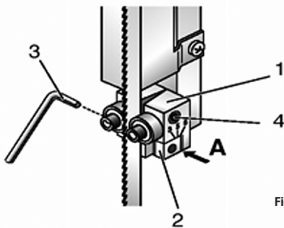

Fig. 1
1. Das untere Lager der Bandführung 1 (siehe Fig. 1) muss zum Betrieb des Diamanttrennbandes in der vordersten Position (siehe Markierung „3“ auf Bandführung) stehen. Dazu mit Innensechskantschlüssel 3 Schraube A lockern und den Vierkant 2 ganz nach vorne schieben (Hinterkante des Vierkantes schneidet die „3“-Markierung auf der Bandführung). Zum Einstellen siehe auch Bedienungsanleitung der Bandsäge! Anschließend Schraube A wieder festziehen.
2. Da bei längerer Benutzung auch die hintere Kante des Trennbandes verschleißt, müssen die beiden oberen Lager so eingestellt werden, dass auch die diamantierte Vorderseite des Bandes zwischen die Lager passt. Den Lagerabstand können Sie mit einem Innensechskantschlüssel an der Schraube 4 (Fig. 1) einstellen. Beachten Sie: Eine zu stramm eingestellter Lagerabstand kann zum Verklemmen und somit zum Bruch des Bandes führen.
1. The below bearing of the blade guide 1 (Fig. 1) must stand in the most front position (see mark "3" at blade guide) for using the diamond blade. Therefore please loosen screw A with the Allen key and push the square 2 fully ahead (trailing edge of the square cuts the "3" mark on the blade guide). For adjusting also read the Instruction Manual. Afterwards tighten screw A.
2. As the rear angle wears out after lengthy use, both above bearings must be adjusted in that way, that the diamond coated front of the band fits between the bearings. You can adjust the bearing clearance with an Allen key at screw 4 (Fig. 1). Please attend: A too tightly adjusted bearing clearance can cause seizing and thus breaking of the band.
1. Il cuscinetto inferiore della guida del nastro 1 (vedi Fig. 1) per il funzionamento della lama diamantata deve essere posizionato nella posizione anteriore (vedi contrassegno „3“ sulla guida del nastro). In questo modo allentare con la chiave esagonale 3 la vite A e spingere l'unità quadrata 2 in avanti (il bordo posteriore dell'unità quadrata taglia il „3“ contrassegno sulla guida del nastro). Per la regolazione si prega di osservare anche le istruzioni per l'uso della sega a nastro! Successivamente stringere nuovamente la vite A.
2. Poiché in caso di prolungato utilizzo si usura anche il bordo posteriore della sega è necessario che i due cuscinetti superiori vengano regolati in modo tale che anche il lato anteriore diamantato della sega entri nel cuscinetto. La distanza del cuscinetto può essere regolata con la chiave esagonale sulla vite 4 (Fig. 1). Nota: una distanza del cuscinetto impostata troppo tesa potrebbe determinare un blocco e quindi la rottura del nastro.
1. El rodamiento inferior de la guía de cinta 1 (véase fig. 1) debe encontrarse para el servicio de la cinta de seccionado de diamante, en la posición delantera (véase marcación „3“ en la guía de la cinta). Para ello aflojar el tornillo A con una llave de hexágono interior de 3 y deslizar el cuadrado 2 completamente hacia delante (el canto trasero del cuadrado corta la marcación „3“ sobre la guía de la cinta). ¡Para el ajuste véase también las instrucciones de manejo de la sierra de cinta! A continuación volver a apretar el tornillo A.
2. Dado que en caso de un uso prolongado también el canto trasero de la cinta de seccionado se desgasta, los dos rodamientos superiores deben ser ajustados de tal manera, que también el lado delantero diamantado de la cinta se ajuste entre los rodamientos. La distancia entre rodamientos puede ajustarla con una llave de hexágono interior en el tornillo 4 (fig. 1). Observe: una distancia entre rodamiento ajustada muy tensa puede conducir a un atascamiento y de ese modo a la rotura de la cinta.
1. De onderste lager van de bandgeleiding 1 (zie fig. 1) moet in de voorste stand (zie markering „3“ op bandgeleiding) staan voor de werking van de diamantzaagband. Daarvoor moet u met inbussleutel 3 schroef A losdraaien en het vierkantje 2 helemaal naar voren schuiven (achterkant van het vierkantje snijdt de „3“-markering op de bandgeleiding). Zie voor het instellen ook de handleiding van de lintzaag. Aansluitend schroef A weer vastdraaien.
2. Omdat bij langer gebruik ook de achterkant van de zaagband slijt, moeten de beide bovenste lagers zo worden ingesteld, dat ook de gedia-manteerde voorzijde van de band tussen de lagers past. De lagerafstand kunt u met een inbussleutel via schroef 4 (fig. 1) instellen. Let op het volgende: een te strak ingestelde lagerafstand kan tot klemmen en daardoor ook breuk van de band leiden.